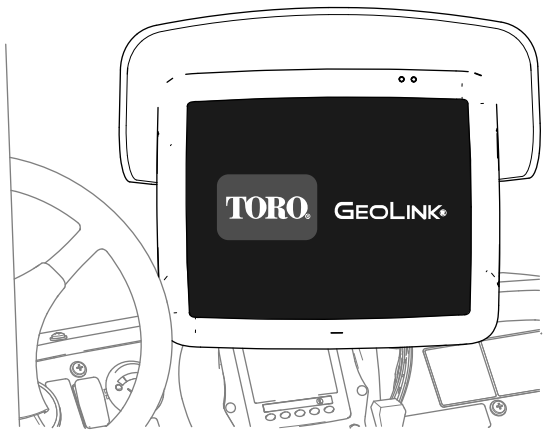

Figure 190
- Console de commande – affiche graphiques et texte (Figure 190)